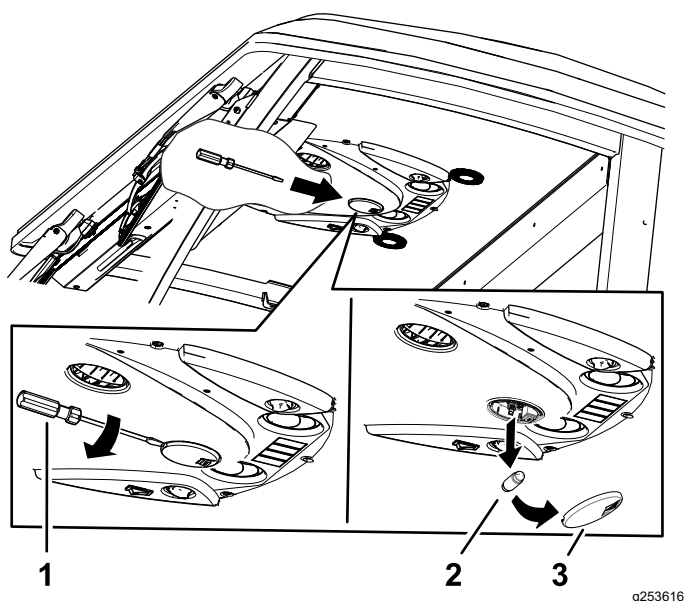

Figure 85
1. Avec un tournevis, enlevez le verre du panneau de commande (Figure 85).
2. Retirez l'ampoule du culot (Figure 85).